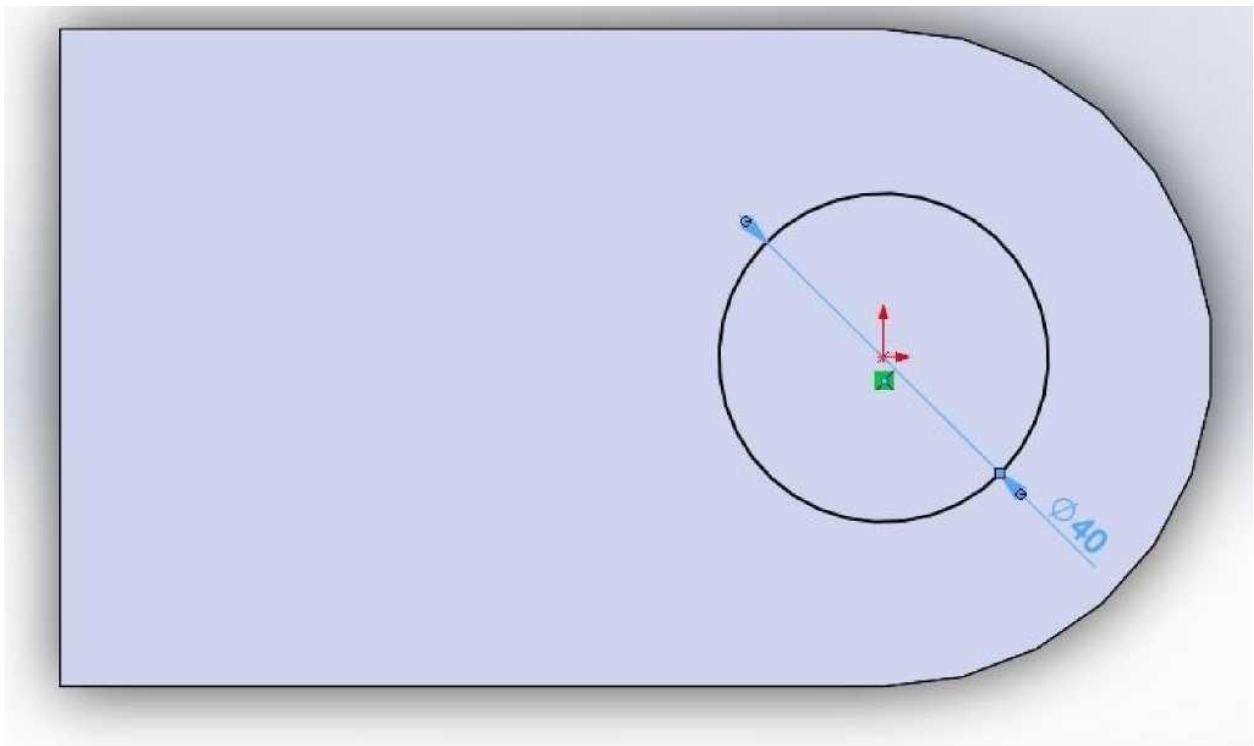

Рис.22. Елемент коло
4.5 Встановити розмір кола. Активізувати функцію **“Автоматическое нанесение размеров”**. Натиснути лівою кнопкою миші на будь-яку точку кола, вивести розмірну лінію шляхом перетягування курсора миші по вікну ескіза, повторно натиснути на ліву кнопку миші в місце, де бажаєте розташувати розмірний напис, встановити в діалоговому вікні потрібний розмір кола (40 мм). Результат виконання вказаних дій представлений на рис. 22.